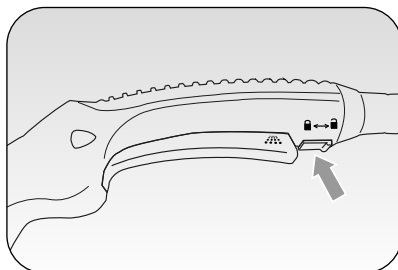

Fig. 4
Um eine versehentliche Aktivierung der Dampfabgabe zu vermeiden, muss der Verriegelungsschieber (B) von unten nach oben geschoben werden (); Zur Freigabe muss der Schieber (B) von oben nach unten geschoben werden ( (Abb. 4).